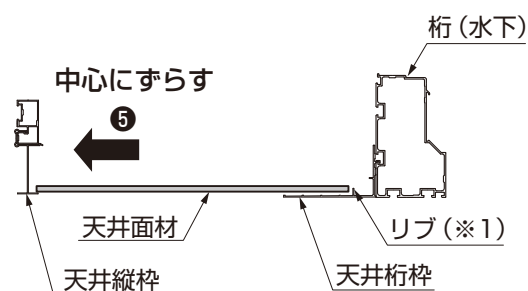
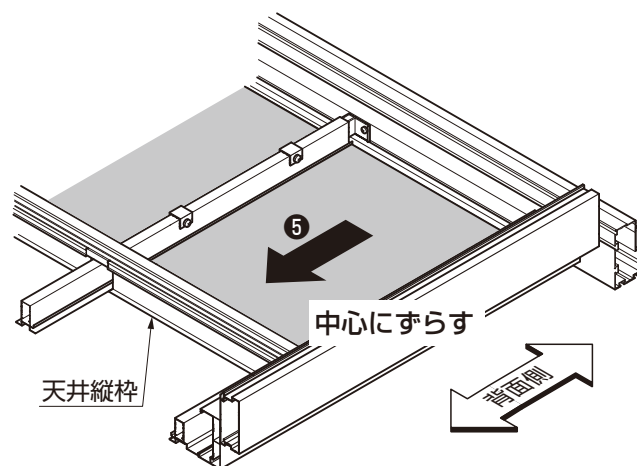

図7-8 天井面材のはめ込み方法（間口方向）
図7-9 天井面材のはめ込み方法（中心合わせ）
- ⑤天井面材を天井桁枠のリブ（※1）の上に乗らないように、天井縦枠側にずらしてください。（図7-8、図7-9参照）